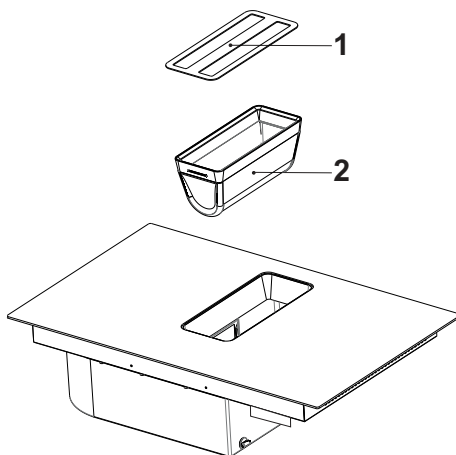

Abb. 45
1. Um den Metallfettfilter zu entnehmen, entfernen Sie zuerst die Randabsaugungsplatte (Abb. 45).